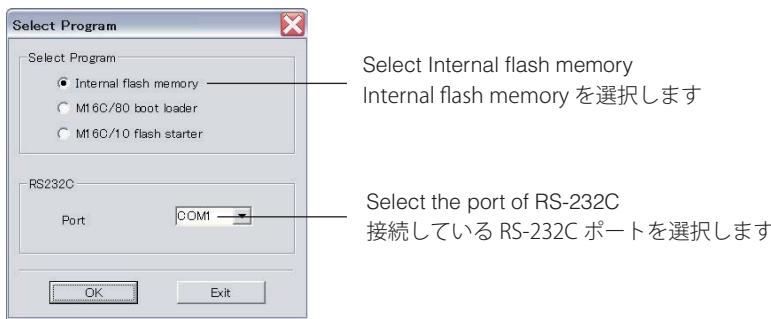

Fig. 2
The screen appears as shown below. (Fig. 2)
3. Select the data to be transmitted and port. (Fig. 2)
下記の画面が表示されます。 (Fig. 2)
3. 送信データ、ポートを選択します。 (Fig. 2)